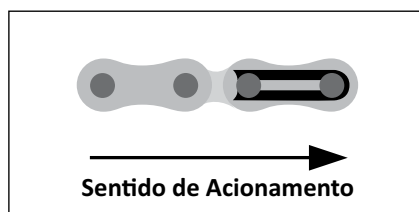

Figura 05
- g) Coloque emendas e pinos no sentido de acionamento da corrente, figura 05;